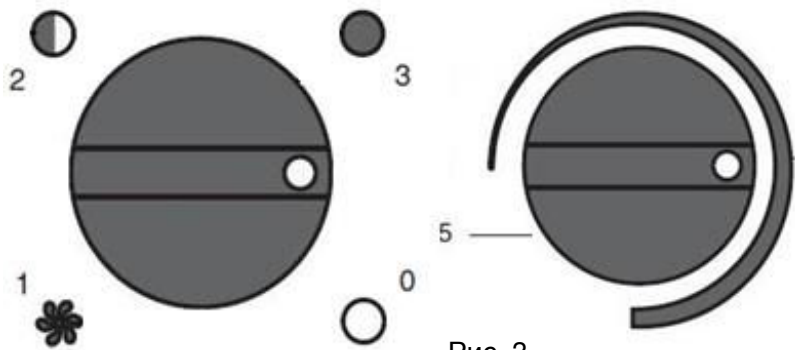

Рис. 3
3.4. Для включения моделей QE-2000E, QE-5000ET, QE-6000ET, QE-9000ET, QE-15000E, QE-24000E, QE-36000E переведите переключатель из положения 0 в положение поз.1 рис.3, при этом начинает работать вентилятор, но нагрев не осуществляется. Чтобы включить прибор в режиме обогрева, необходимо выполнить следующие действия
Ручкой 5 рис.3 установите температуру нагрева окружающего воздуха. Шкала регулировки является относительной. В положении МИН регулятора 5 температура минимальна, в положении МАКС — максимальна. Установите регулятор 5 в положение, при котором температура окружающей среды является для вас комфортной.